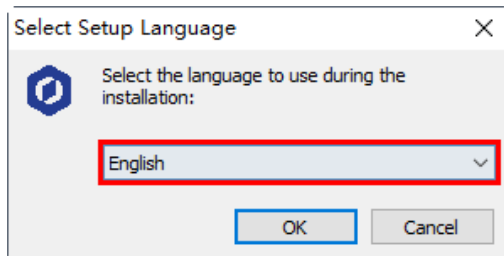

Figura 8: Seleção do idioma inglês
3. Escolha um idioma de configuração, como **inglês (English)**, como mostrado na Figura 8. Se necessário, é possível escolher o idioma **chinês (Chinese)**.